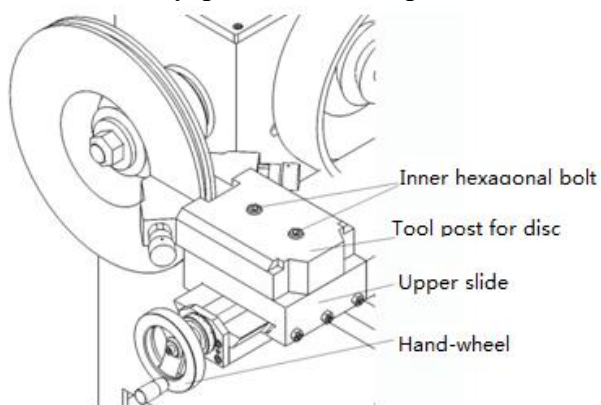

Рис. 6
6. Снимите детали, необходимые для точения диска, как показано на рис. 6.